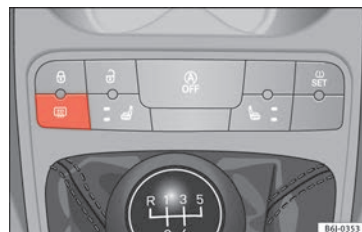

Fig. 94 Consola central: conmutador de luneta térmica.
- Pulse el conmutador de desempañado » » **fig. 94**